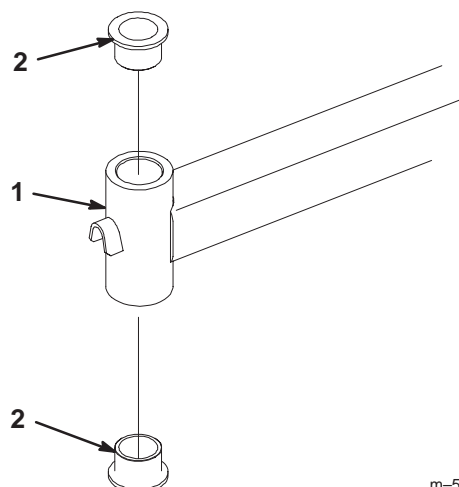

Bild 61
4. Stecken Sie einen Dorn in das Befestigungsrohr und treiben die Büchsen vorsichtig heraus (Bild 61). Reinigen Sie die Innenseite des Befestigungsrohrs.